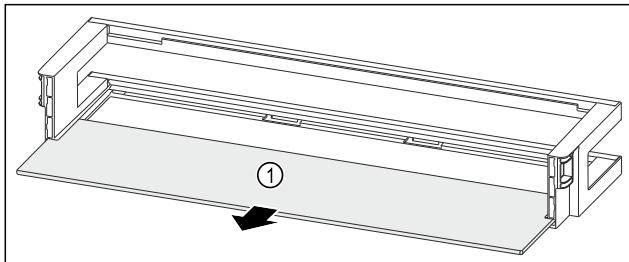

Fig. 89 Dveřní příhrádka s odkládací plochou
- ▶ Odkládací plochu Fig. 89 (1) odeberte.